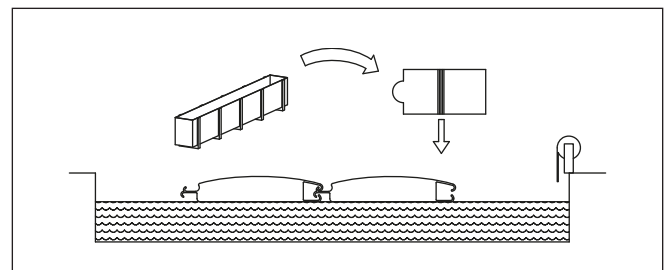

Abb. 21
5.1 Aufbau der Lamellen auf dem Wasser (Abb. 21)